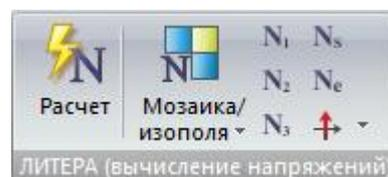

Рис. 94. Панель **ЛИТЕРА**
- **ЛИТЕРА** (рис.94) – задание исходных данных, расчет и анализ результатов вычисления главных и эквивалентных напряжений в конечных элементах по усилиям от отдельных загрузок, а также по расчетным сочетаниям РСН или РСУ.